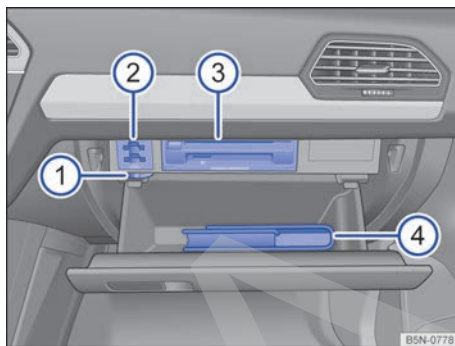

Fig. 190 En el tablero de instrumentos: guantera abierta.
Leyenda de la fig. 190:
Al fondo de la guantera hay un difusor de aire → fig. 190 ① por el que se puede dirigir aire refrigerado al interior del compartimento, siempre y cuando el climatizador esté conectado. El difusor se *abre* y se *cierra* girándolo.